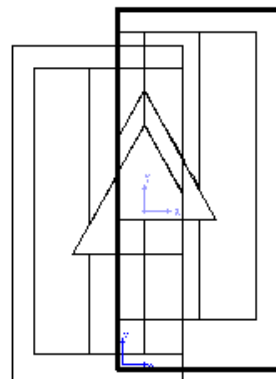

Рис.5.23
- i) на запрос противоположного угла видового экрана (Specify opposite corner of viewport) щёлкнуть точку внизу справа под новой проекцией – рис.5.23;